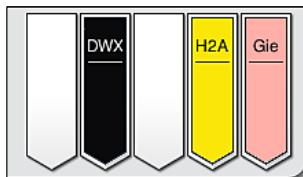

图 87
- 当玻片架完成染色过程后,它将被传输到卸载抽屉 (→“图 19-4”) 并置于可用的位置 (→“图 87”)。将通过信息消息和信号声通知用户。